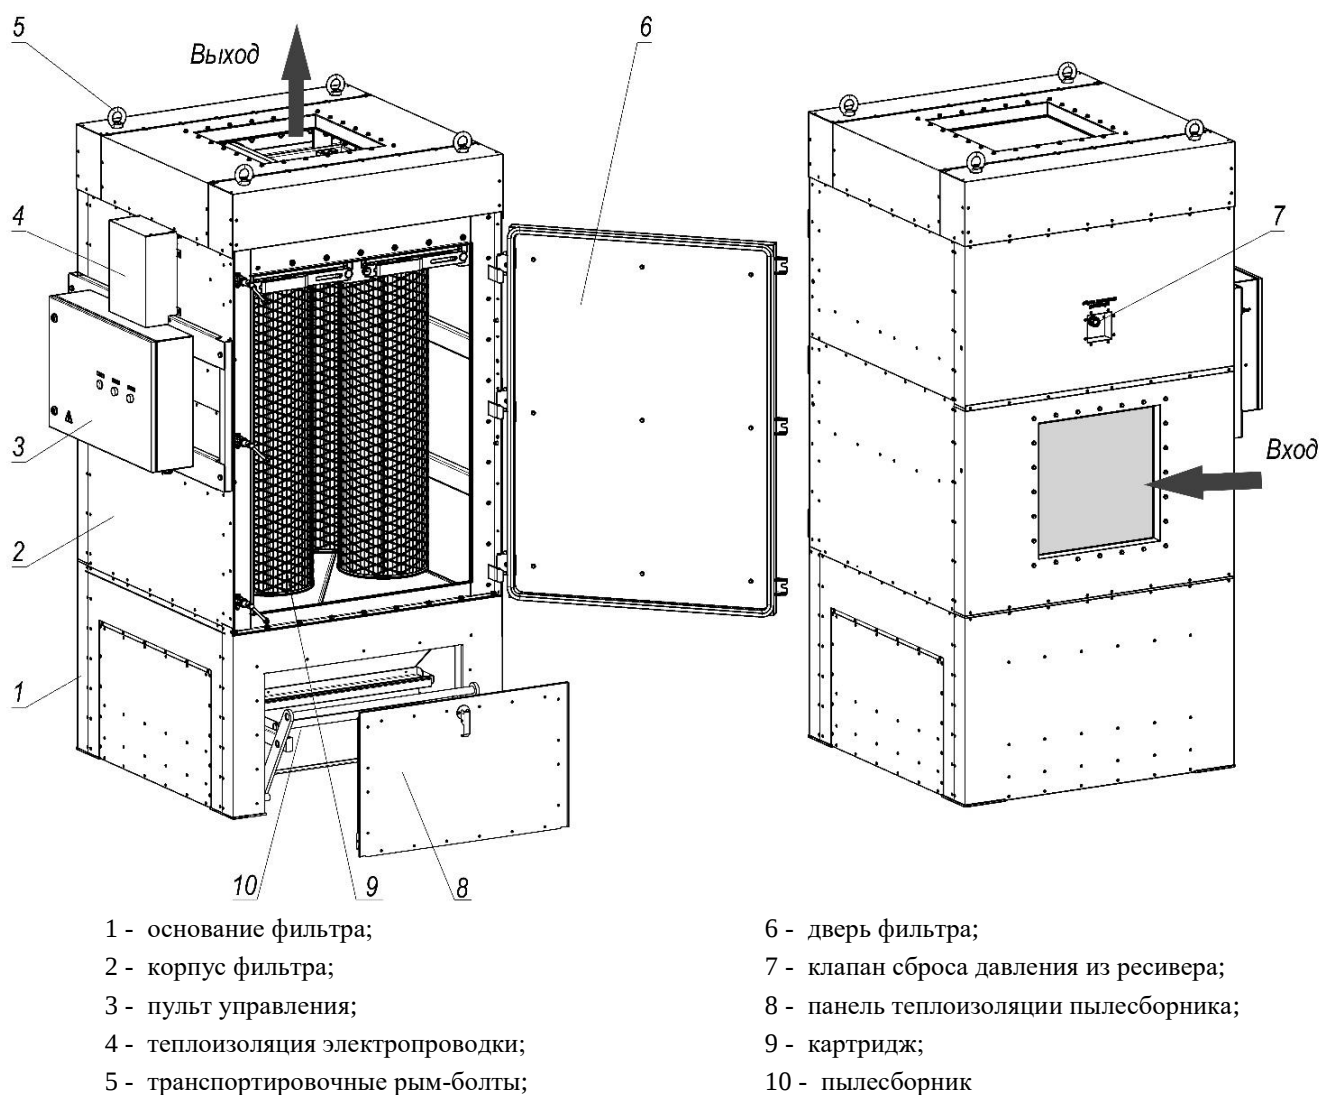

Рисунок 1
3.3.1 Воздушно-пылевой поток через входной патрубок всасывается в фильтр под действием разрежения, создаваемого вытяжным вентилятором. Загрязнённый воздух поступает в фильтровальную камеру, где распределяется и проходит через материал картриджей (рисунок 1, поз. 9). Частицы пыли оседают на поверхности картриджей, а воздух проходит «чистую» камеру и выбрасывается из фильтра через выходной патрубок.